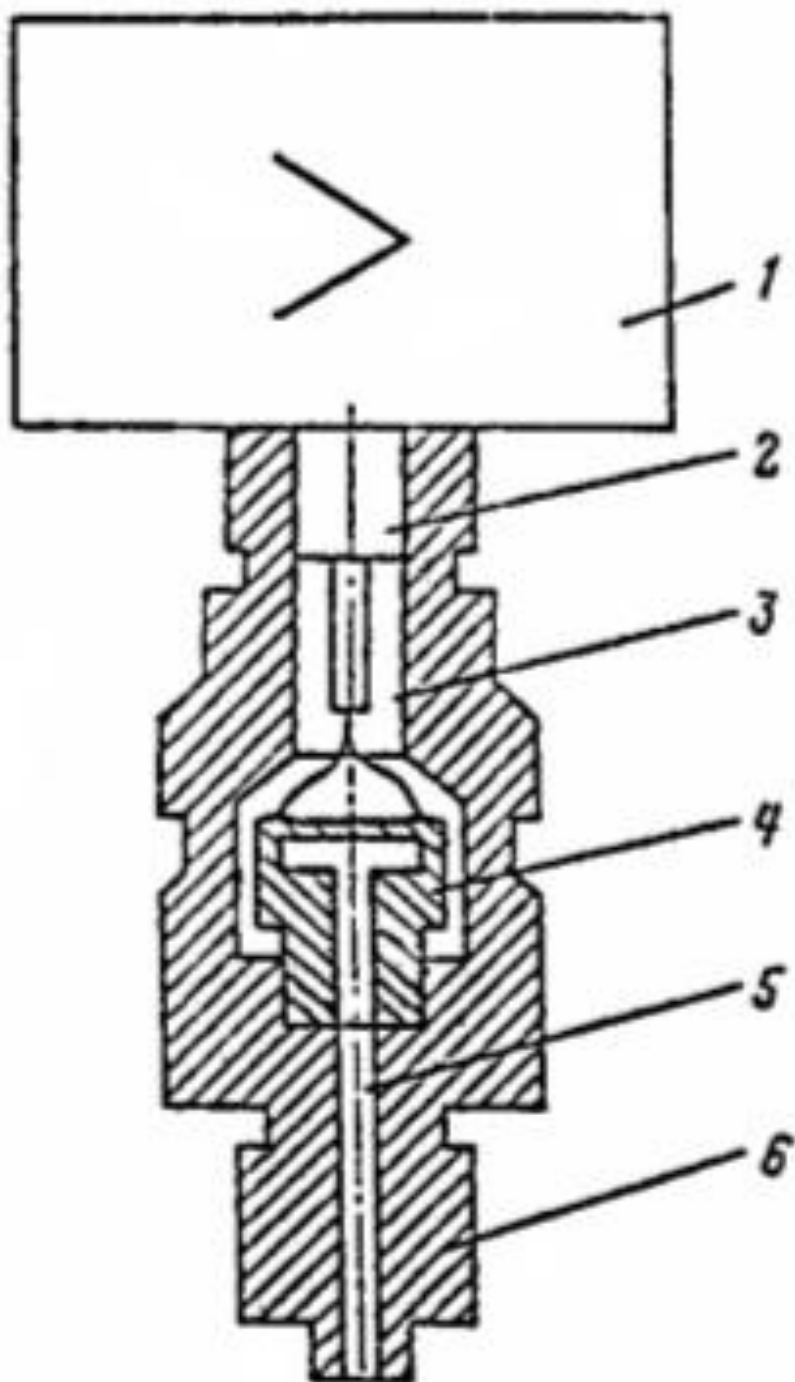

Рис. 2.
6.4. Схема преобразователей моделей 2151, 2161, 2171, 2351 представлена на рис. 2.
6.5. Преобразователи моделей 2051 и 2061 отличаются от описанных в п. 6.4. тем, что полость 3 (рис. 2) герметизирована и сигнал передается в электронное устройство 1 по проводам через гермоввод 2.